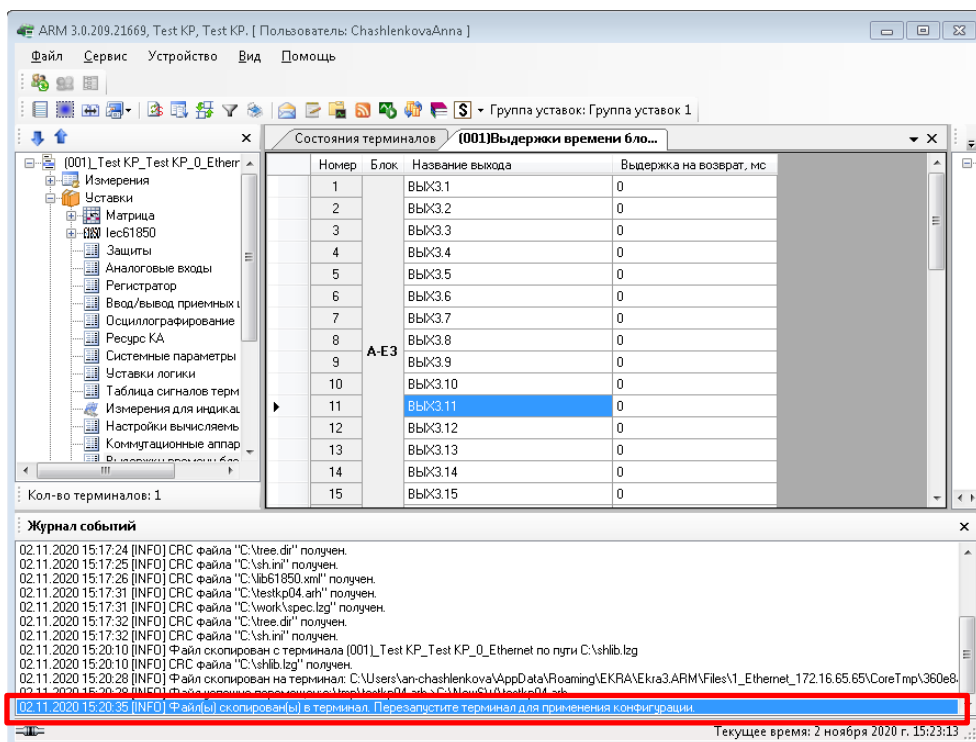

Рисунок 6.3
6.2.4 Подождать, пока скопируются файлы. Процесс контролируется внизу окна строкой состояния копирования. При завершении копирования в журнале событий отображается строка, информирующая успешное окончание записи программы (см. рисунок 6.3).